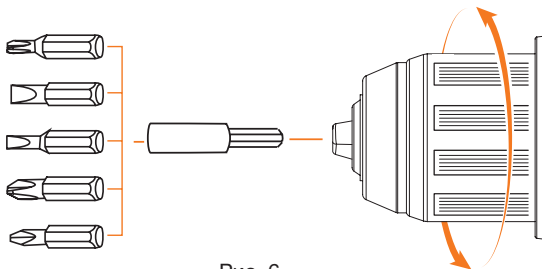

Рис. 6
- Вращением раскройте патрон до диаметра отверстия, необходимого для установки оснастки (Рис. 6).